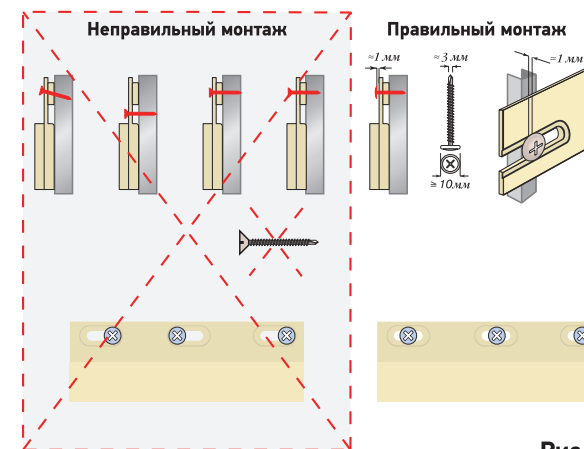

Рис. 2
- Установите нижнюю часть панели на стартовый профиль и закрепите её саморезами в гвоздевых отверстиях, руководствуясь рекомендациями (Рис. 2). Следующая панель устанавливается на стартовый профиль аналогично первой и заводится в первую панель до касания с термокомпенсаторами.
- Закрепите вторую панель на обрешетке, руководствуясь рекомендациями (Рис. 2). Последующие панели устанавливаются аналогично.
Закрепите фасадный J-профиль по аналогии с монтажом всех используемых элементов системы (Рис. 2). Для того, чтобы завести панель в универсальный J-профиль, его достаточно отогнуть.